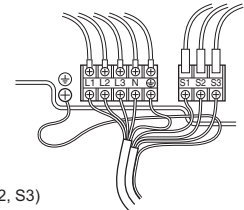

Fig. 6-2
6.1. Außenanlage (Fig. 6-1, Fig. 6-2)
- ① Die Bedienungsplatte abnehmen.
- ② Die Kabel gemäß der Fig. 6-1 und der Fig. 6-2 verdrahten.